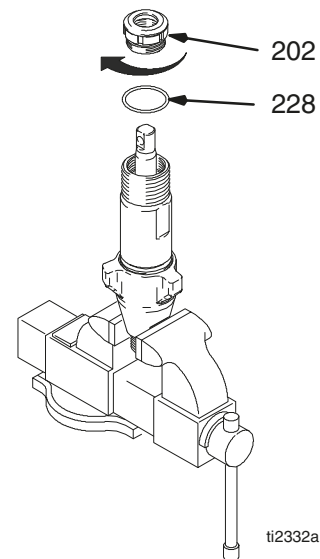

Fig. 20
Fig. 20. Serrare la guarnizione e il dado premiguarnizioni (202) in basso sul distanziale di regolazione della ghiera (228) a 140 ± 10 poll.-lb (100 ± 10 poll.-lb per 244197, 244224, 244201, 245904).